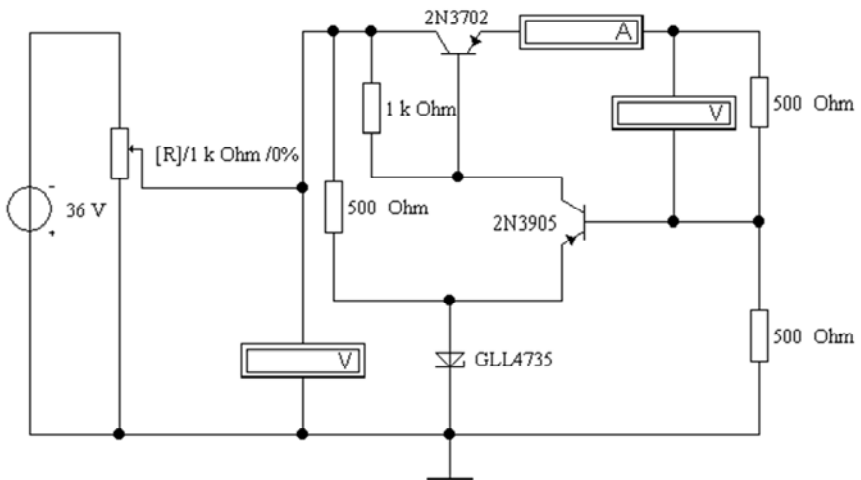

Рис. 17.15. Стабилизатор тока (файл **stabtok1.ewb**)
4. Исследование стабилизаторов тока (файлы **stabtok1.ewb**, **stabtok2.ewb**, **stabtok3.ewb**, рис. 17.15, 17.16, 17.17). Оценить стабилизацию тока при изменении величины входного напряжения.